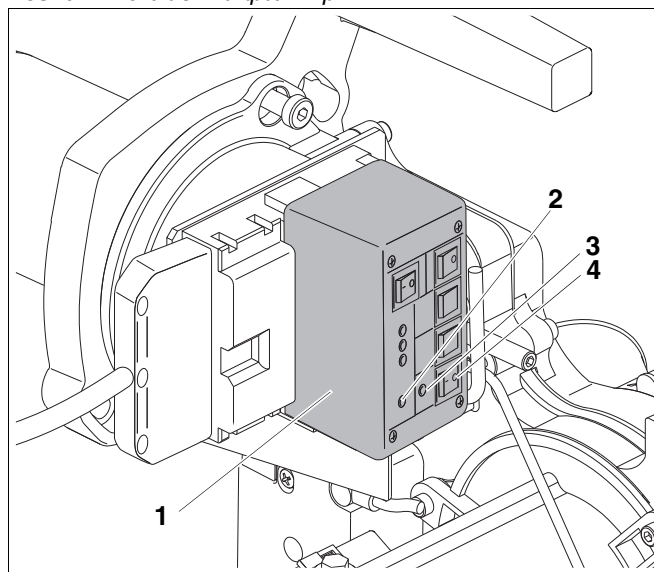

Рис. 12 Выпуск воздуха из топливopовода с помощью прибора контроля горелки.
- Прибор контроля горелки (Рис. 12, **поз. 1**; дополнительное оборудование) – если всасывание дизельного топлива должно осуществляться топливным насосом, пристроенным к горелке.
Далее описывается выпуск воздуха при помощи прибора контроля горелки (Рис. 12, **поз. 1**).
- Установить прибор контроля горелки (Рис. 12, **поз. 1**) на свободное место на цоколе.
- Включить систему управления пусковым выключателем. Горит светодиод (красный) (Рис. 12, **поз. 2**).
- Включить прибор контроля горелки пусковым выключателем (Рис. 12, **поз. 4**). Горят два светодиода (красный и зеленый) (Рис. 12, **поз. 2 и 3**).